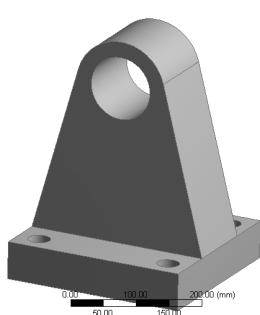

图 5-124 支承座模型
Step1：双击 A3 栏的 Geometry 选项打开 DM，在 DM 中单击 Generate 按钮，生成模型，如图 5-124 所示。